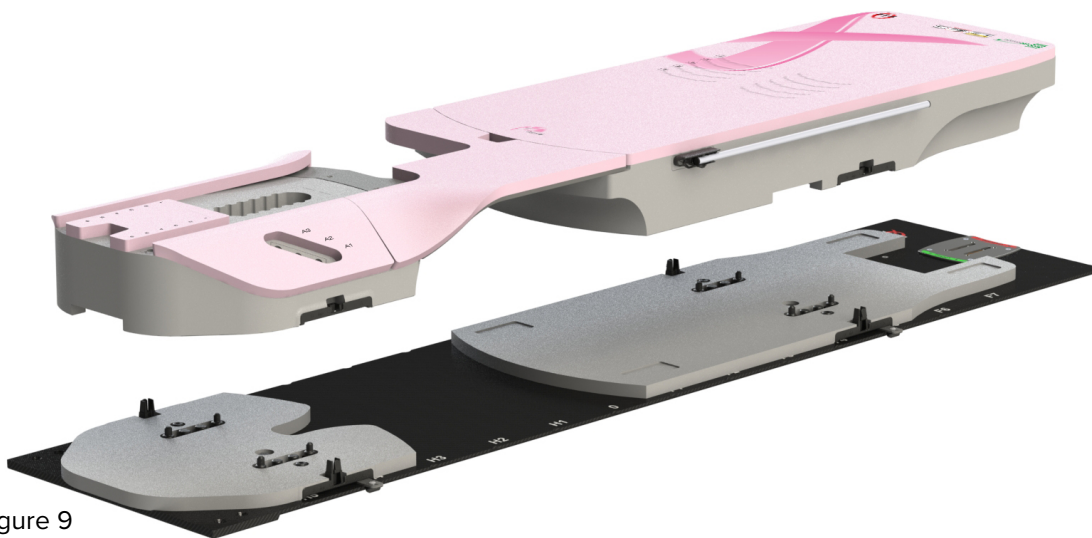

Figure 9
3. Placer l'Access Prone G2 ou l'Access Prone sur les cales CT. (Figure 9)